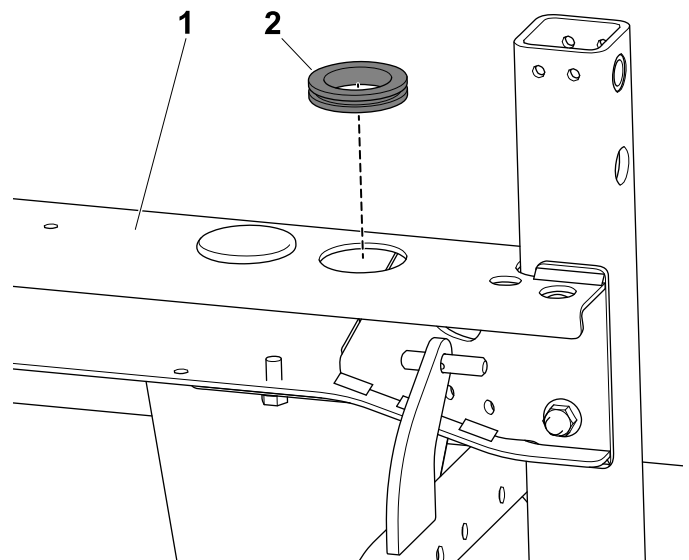

Figure 25
4. Placez le passe-câble sur le cadre (Figure 25).